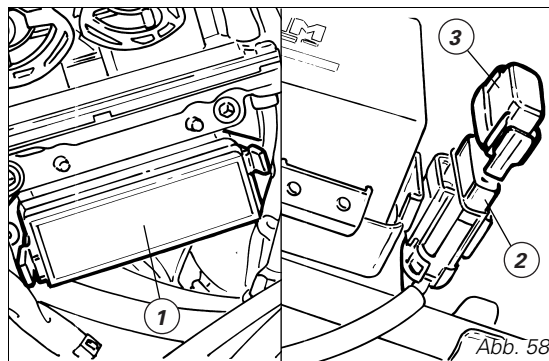

Abb. 58
Der Hauptsicherungskasten (Abb. 58) befindet sich auf der linken Seite der Batterie.
Die Sicherung mit 40A (2), die auf der rechten Seite der Batterie (Abb. 58) liegt, schützt den elektronischen Spannungsregler.
Legende - Sicherungskasten (1, Abb. 58)